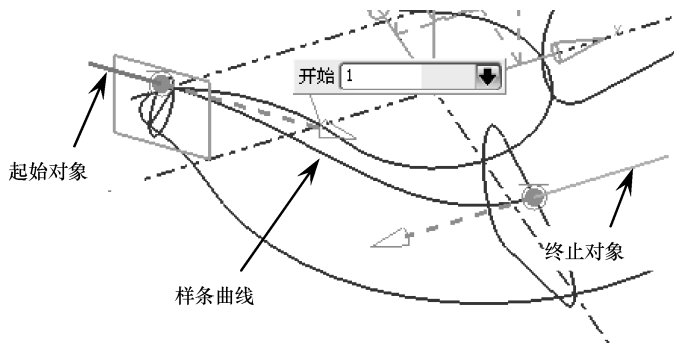

图 5-21 创建第 1 条桥接曲线
- 18 在【曲线】选项卡【派生曲线】组中单击【桥接曲线】按钮,弹出【桥接曲线】对话框。选择如图 5-21 所示的起始对象与终止对象,创建出第 1 条桥接曲线。